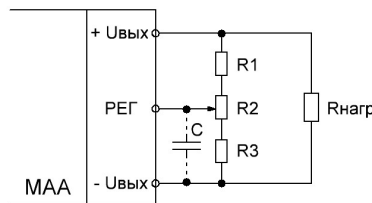

Рис. 3.9. Подключение внешних резисторов для регулировки выходного напряжения
Регулировка выходного напряжения модулей электропитания в диапазоне не менее $\pm 10\%$ выводом «РЕГ», может осуществляться внешним потенциометром по схеме на рис. 3.9.
- при наличии протяженной цепи внешней регулировки рекомендуется соединять вывод «РЕГ» с выводом «-Uвых1» емкостью небольшой величины (C1 на рис.3.9). Рекомендуемая величина емкости C1 составляет около 0,47 мкФ.